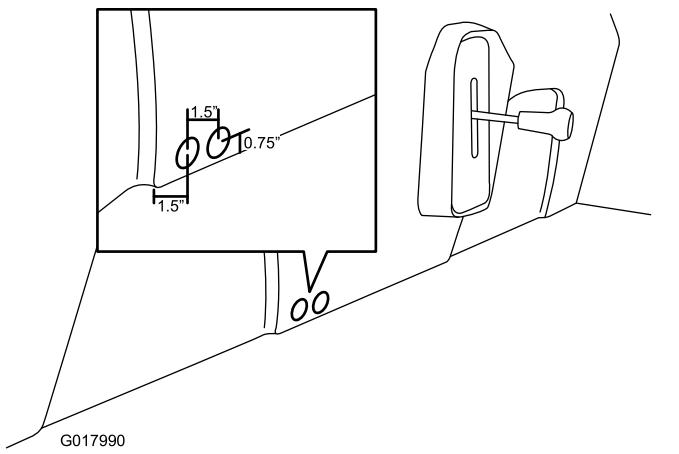

Figure 31
1. Marquez et percez 2 trous dans la base du siège à l'aide d'une scie cloche (1"), comme montré à la Figure 31.